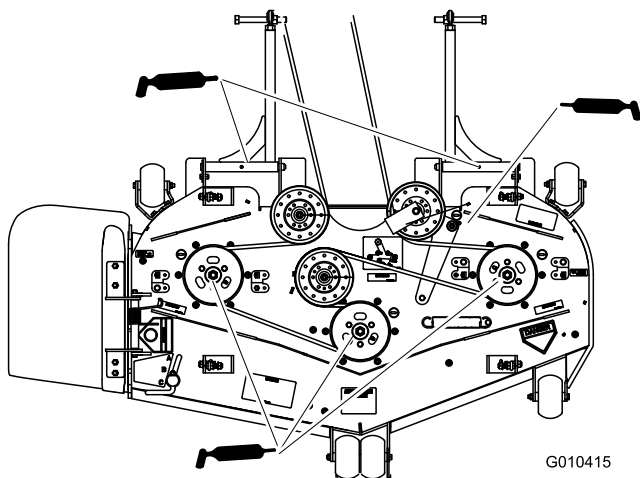

Figura 40
6. Engrase los tres cojinetes de los ejes hasta que rezume grasa de las juntas inferiores (Figura 40).
7. Engrase el brazo tensor de la carcasa del cortacésped (Figura 40).
8. Lubrique los puntos de engrase de los brazos de empuje (Figura 40).